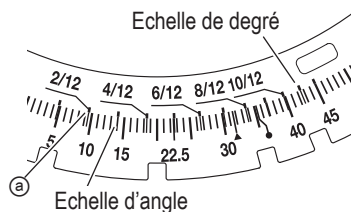

Fig. 31
- (1) Déverrouiller la table de scie à onglet en soulevant la poignée de verrouillage d'onglet.
- (2) Tout en appuyant légèrement sur le levier de cran positif jusqu'à ce qu'il accroche le levier d'encliquetage, saisir la poignée de verrouillage d'onglet et tourner la table à gauche ou à droite à l'angle souhaité.
- (3) Une fois l'angle d'onglet souhaité obtenu, enfoncer la poignée de verrouillage d'onglet pour sécuriser la table sur la position.
- (4) Si l'angle d'onglet souhaité est un des neuf crans positifs listés ci-dessous, voir la section Levier d'encliquetage d'onglet à la page 55.
- (5) Utiliser la DEL d'éclairage et positionner la pièce sur la table pour le préalignement de votre coupe.
- (6) L'échelle d'onglet (Fig. 31) indique à la fois l'angle de coupe de l'échelle d'angle et le degré de l'échelle de degré.
- (8) En conséquence, pour couper une pièce à un angle de 2/12, régler l'indicateur sur la position (a), comme indiqué à la Fig. 31.